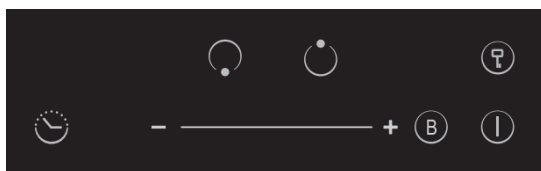

Fig.2 - Abb.2 - Afb. 2 - Рис. 2 - Rys. 2 - Kuva 2.- 图 2 - 2. ábra - Егк. 2.
**Instrucciones para el usuario (Fig. 2)**